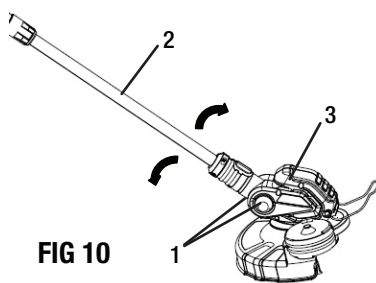

FIG 10
## INCLINAISON DE LA TÊTE DE MOTEUR (FIG 10)
1. Appuyer sur les boutons d'inclinaison (1) des deux côtés de la tête du moteur (3).
2. Incliner l'arbre (2) contre la tête du moteur à l'angle désiré comme indiqué à la Fig. 10. Un clic indique que l'arbre est verrouillé dans l'une des positions.